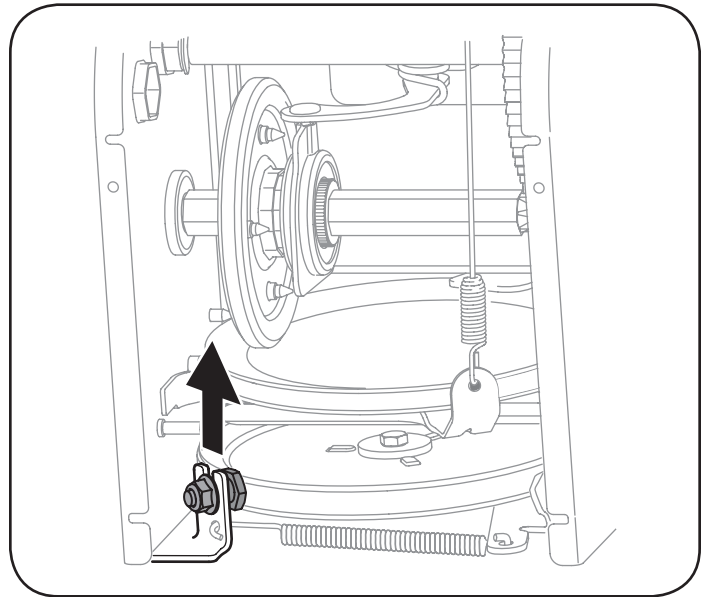
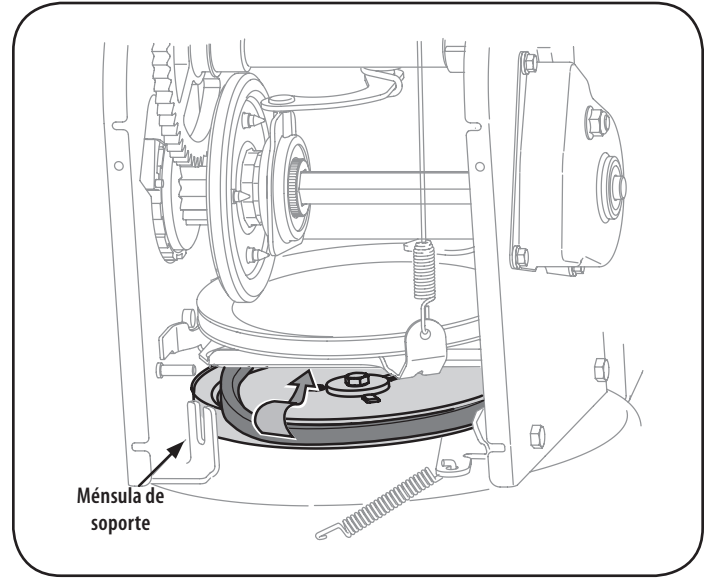

Figura 32
Figura 33
6. Afloje y retire el tornillo con reborde que actúa como guarda de la correa. Vea la Figura 32.
7. Retire la correa de alrededor de la polea de la barrena y deslice la misma entre la ménsula de soporte y la polea de la barrena. Vea la Figura 33.
NOTA: NO olvide volver a instalar el tornillo con reborde y volver a conectar el resorte al marco tras instalar una correa de la barrena de repuesto. Vea la Figura 32 y Figura 33.